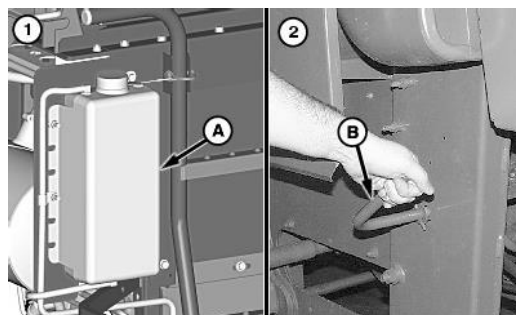

Рис.4.35 – Розташування розширювального бачка (А) та важеля відкриття каменевловлювача (В)
1. На холодному двигуні перевірити рівень охолоджувальної рідини в розширювальному бачку А (рис.4.35). Рівень повинен бути на позначці «COLD» (Холодна).
2. Очищення вловлювача каміння (2) (рис.4.35).
В кінці кожного робочого дня випорожнити вловлювач за допомогою важеля (В) (рис.4.35).